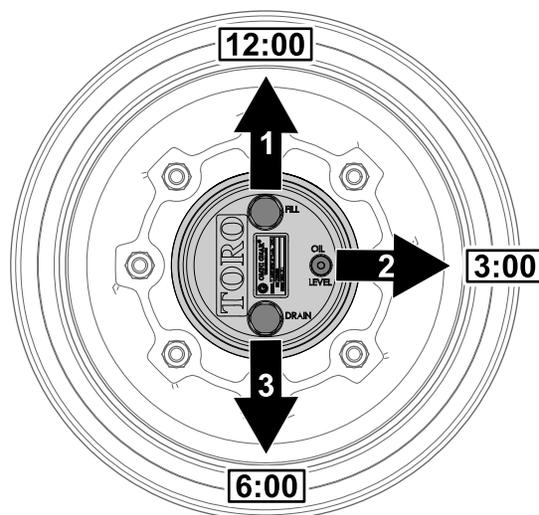

Figure 72
1. Garez la machine sur une surface plane et horizontale, puis tournez la roue de sorte que le bouchon de remplissage soit à la position 12 heures, le bouchon de contrôle soit à la position 3 heures et le bouchon de vidange soit à la position 6 heures (Figure 72).
- Retirez le bouchon de contrôle à la position 3 heures (Figure 72).
soit à la position 6 heures ; voir Figure 72 sous Contrôle du niveau de lubrifiant du train planétaire (page 69).